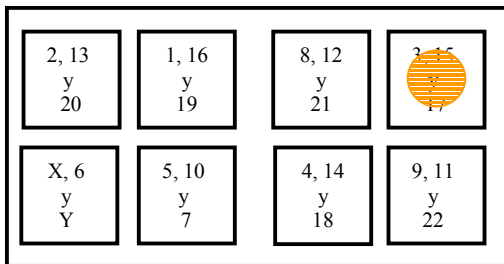

Figura 1. Ubicación de todas las sondas de pintado cromosómico en los cuadros del dispositivo OctoChrome.
- Invierta con cuidado el portaobjetos de plantilla sobre el dispositivo OctoChrome de manera que el número 1, que ahora está al revés quede situado sobre la parte superior derecha del dispositivo OctoChrome (Figura 1).